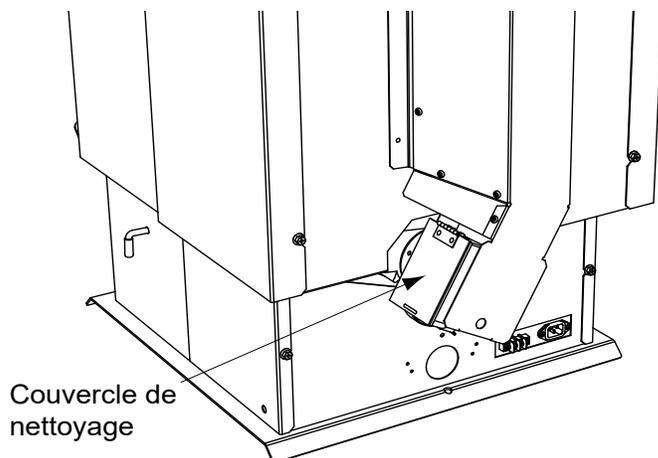

Figure 16.1
- b. Ouvrez le couvercle de nettoyage. **Figure 16.1.**